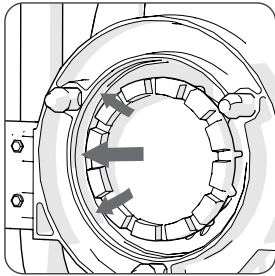

Fig 7 (le frecce indicano la parete interna dell'anello anulare)
- Tenere l'anello anulare scrupolosamente pulito e libero da detriti. **(Fig. 7)**